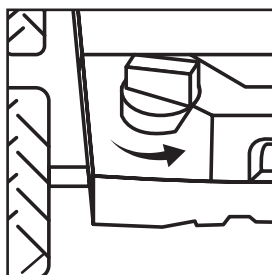
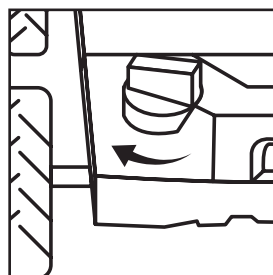

Рис. 29
Рис. 30
3. Изменение глубины работы вала скarifикатора осуществляется путем вращения ручки плавной регулировки. Увеличение глубины - против часовой стрелки (Рис. 29). Уменьшение глубины - по часовой стрелке (Рис. 30).